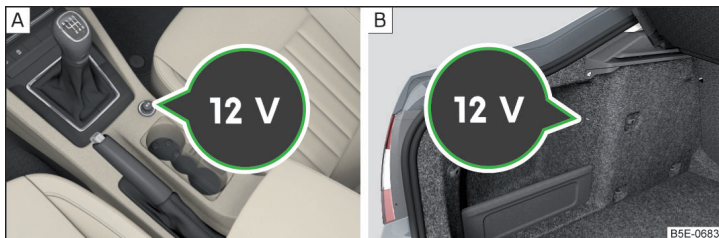

Fig. 116 Couvercle de la prise 12 volts : dans la console centrale avant / dans le coffre à bagages
- Pour **utiliser** la prise, retirez le cache » fig. 116 - [A] ou ouvrez le cache de la prise » fig. 116 - [B].